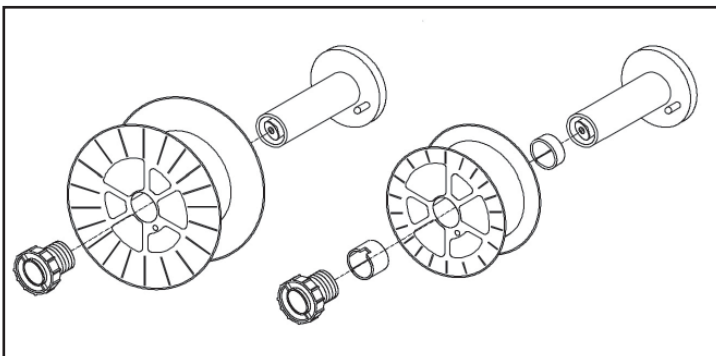

Imagen 12 - Carga del hilo
- Destornillar el volante; introducir los resortes como indicado en la Imagen12.